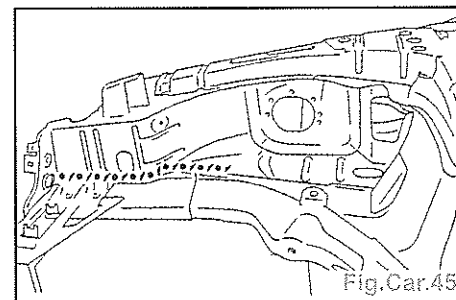

Fig.Car.45
- Appliquer un mastic à lisser au pinceau (A4) (Fig.Car.45).